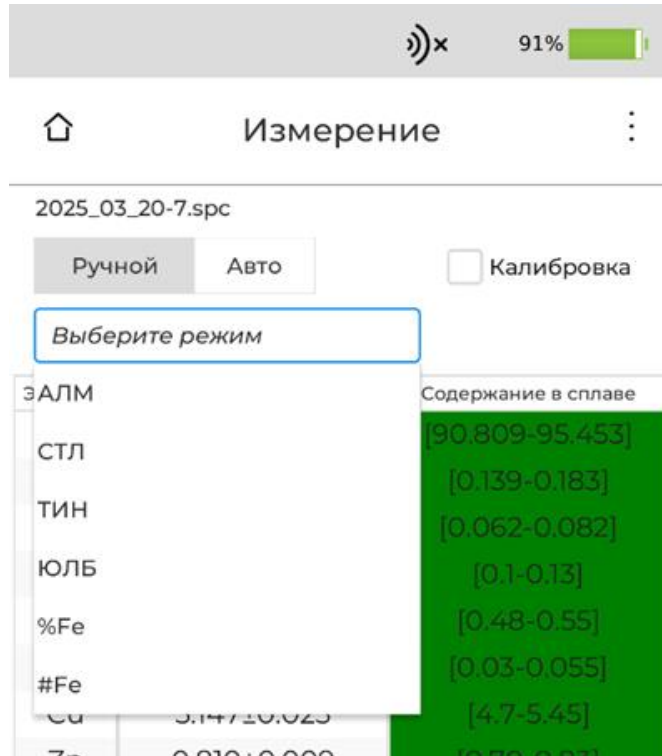

Рисунок 23 – Внешний вид выпадающего меню выбора режима измерения
1. Выбирается специализированный режим измерения в соответствии с предполагаемым составом исследуемого образца (рисунок 23). Обозначения и описания кнопок/окон на рабочем окне представлены в таблице 4. Обозначения и описания режимов приведены в таблице 5.